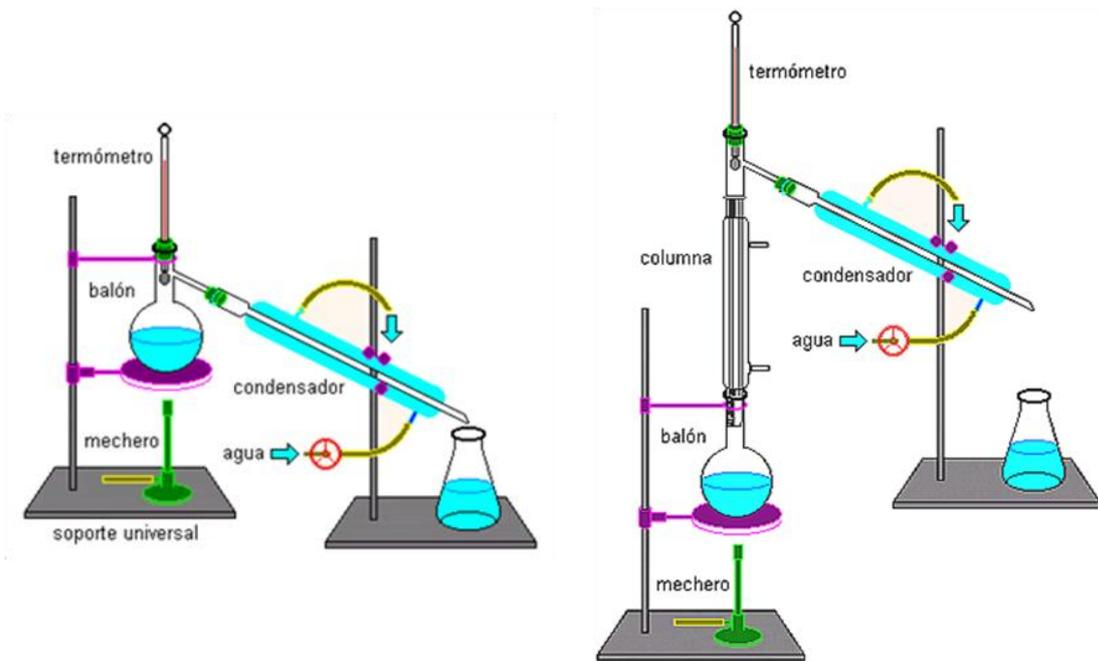

Figura 13. Montaje para llevar a cabo la destilación a escala de laboratorio
- b) En el texto se describen la destilación simple y la fraccionada, en la figura 13, ¿Qué montaje corresponde a cada proceso?